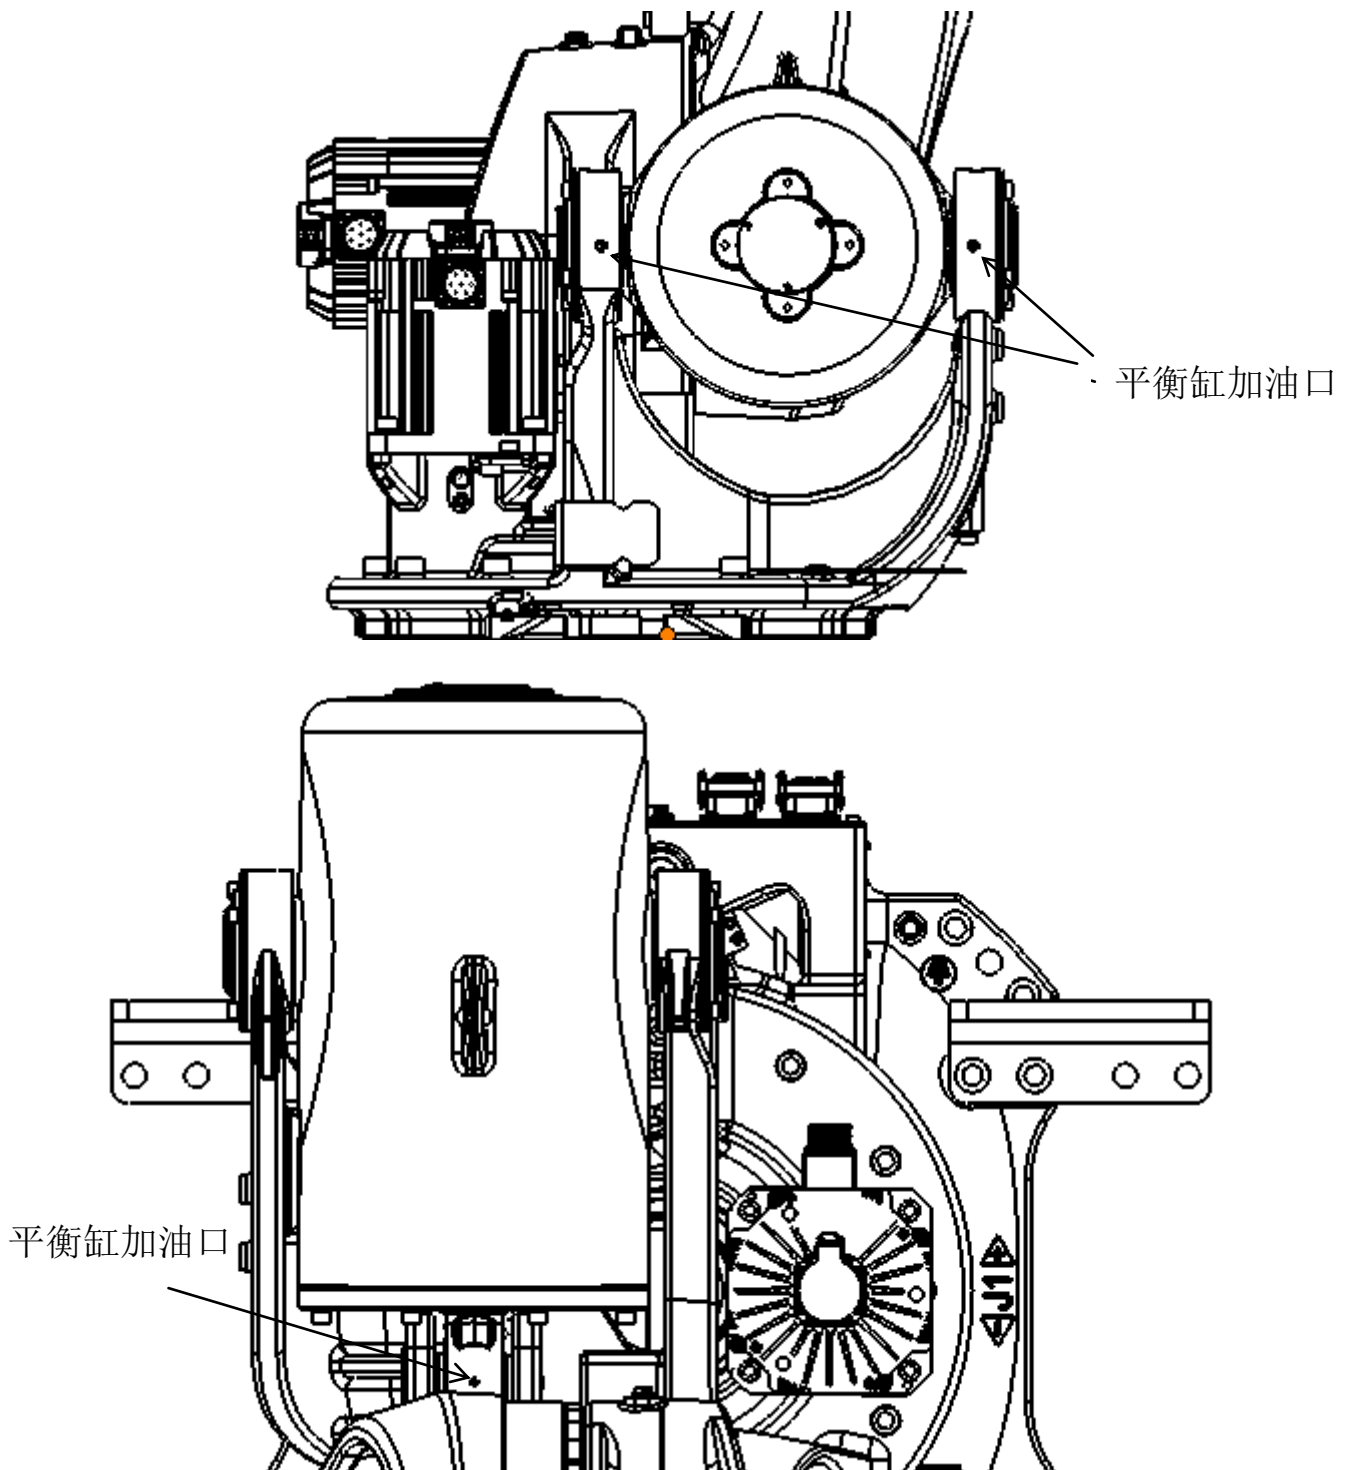

图 3.7 平衡缸轴承润滑油油口示意图
平衡缸轴承润滑油添加口，参考章节 3.3.2，图 3.7
**平衡缸轴承润滑油添加（参考图 3.7）**